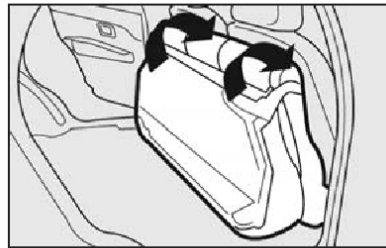

fig. 69
4) Rebater para a frente o encosto, passando os cintos pelos lados, até que este se apoie sobre o assento traseiro fig. 69.